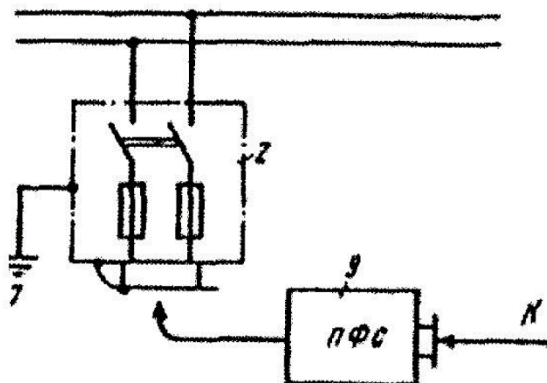

Рис. 3. Схема низковольтной сети
13. Какие характеристики низковольтной сети изображены на схеме рис. 3
- напряжение (U) = 220 В, частота тока (H) = 50 Гц;
- напряжение (U) = 380 В, частота тока (H) = 50 Гц;
- напряжение (U) = 10 кВ, частота тока (H) = 50 Гц.